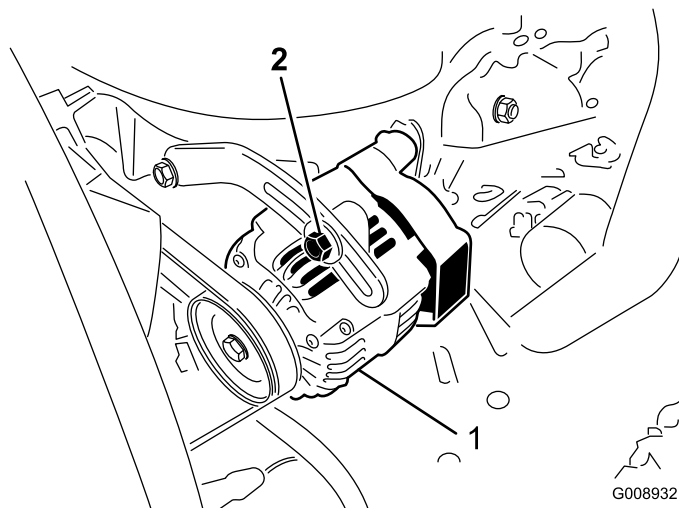

Figure 53
Vérifiez l'état et la tension des courroies (Figure 53) toutes les 100 heures de fonctionnement.
2. Si vous n'obtenez pas une flèche de 10 mm (3/8 po), desserrez les boulons de fixation de l'alternateur (Figure 53).